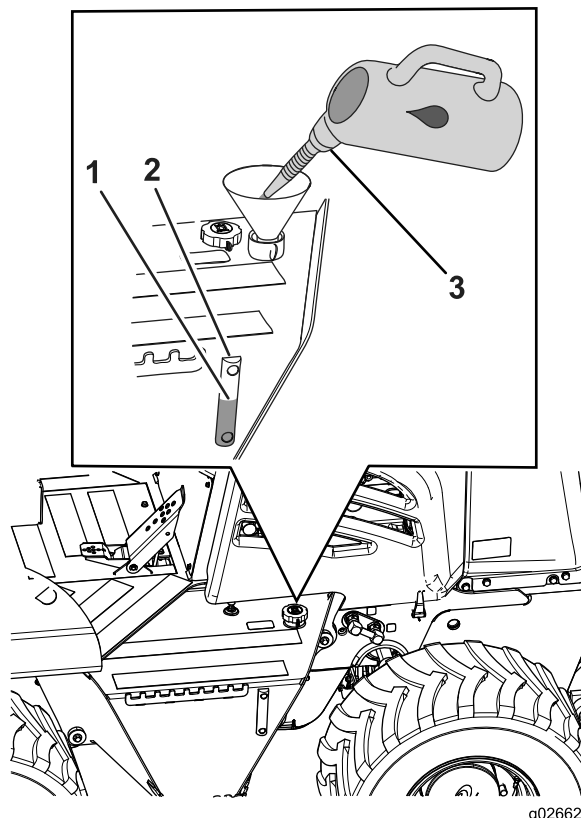

Рисунок 21
3. Проверьте уровень гидравлической жидкости по визуальному указателю, смонтированному на боковой стороне бака гидравлической жидкости (Рисунок 21).
4. Если уровень гидравлической жидкости ниже отметки Add (Добавить), снимите крышку заливной горловины (Рисунок 21), добавьте гидравлическую жидкость указанного типа, чтобы поднять уровень жидкости до отметки Full (Полный), и установите крышку заливной горловины.